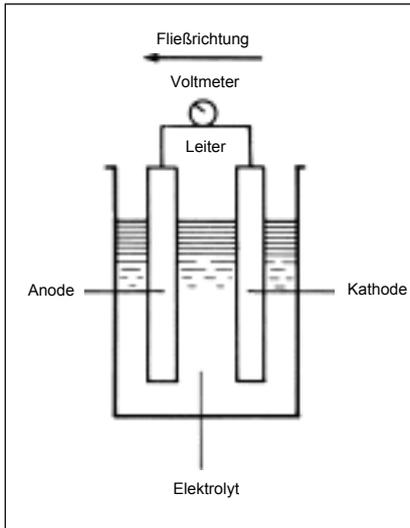

Abb. 1 - Potentialgefälle zwischen Metallen
- Abb. 1 - Potentialdifferenz zwischen Metallen,